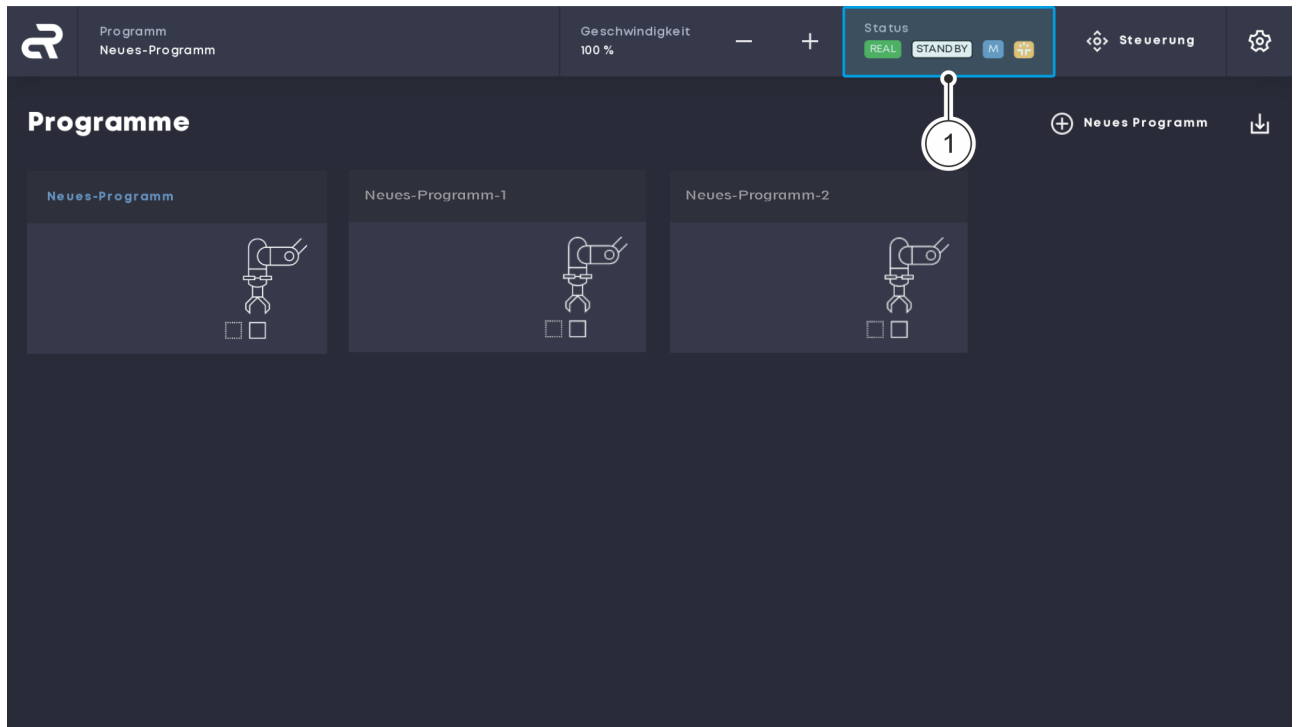

Abb. 7 Hauptbildschirm
01. Im Hauptbildschirm auf die Schaltfläche „Status“ klicken Abb. 7 /
①.